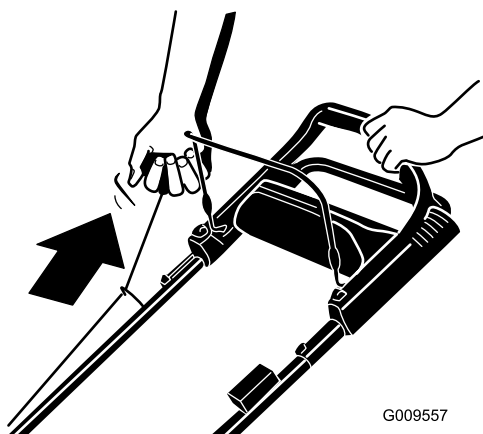

Figura 18
**Nota:** Puede arrancar el motor desde la posición de operación (Figura 18) o en el motor (con la cuerda de arranque sacada de la guía de la cuerda).